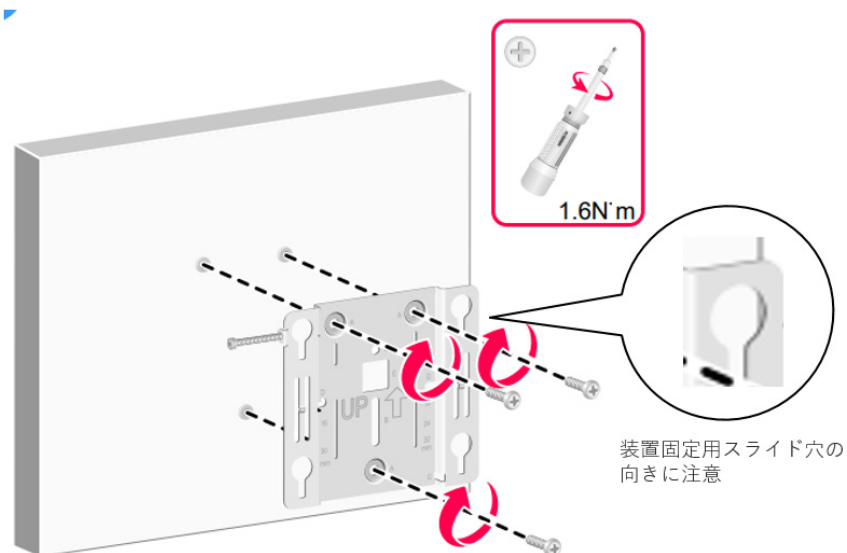

図 3-9 壁面への壁面/天井用ブラケットの取り付け
- 5) ブラケットの取り付け穴から壁用のネジを壁の穴に差し込みます。図 3-9 のようにブラケットを壁に固定します。